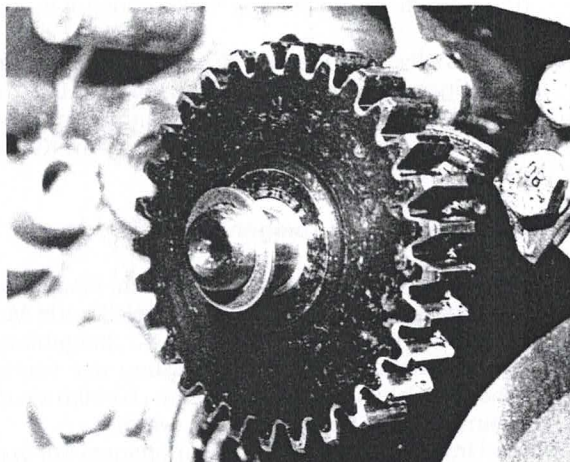

Bild 45
- Die Anlaufscheibe und das Kickstarterzahnrad von der Kickstarterwelle abnehmen (Bild 45).